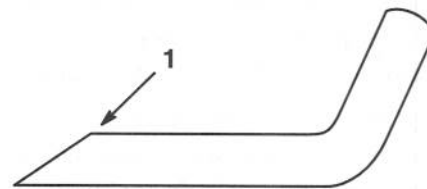

Figure 27
6. **AIGUISAGE DE LA LAME**—Au moyen d'une lime, affûter la partie supérieure de la lame en conservant l'angle de coupe original (Fig. 27). Si la même quantité de métal est retirée sur chaque tranchant, la lame reste équilibrée.